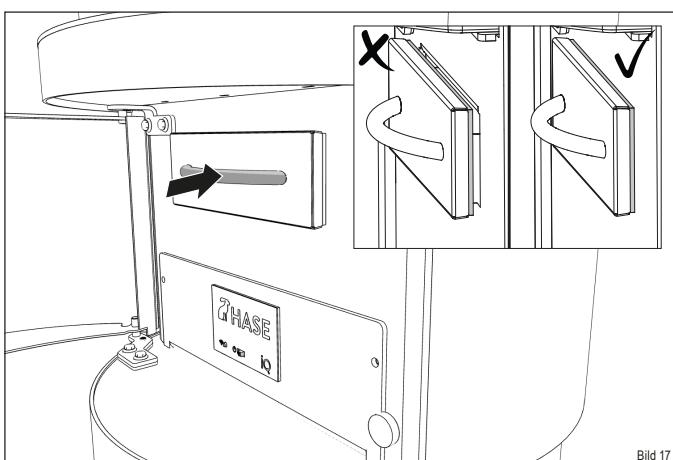

Bild 17
Achten Sie beim Einschieben des Aschebehälters darauf, dass dieser bündig mit der Dichtung anliegt (Bild 17).
- ✓ Schieben Sie den Aschebehälter wieder in die Öffnung, so dass dieser bündig mit der Dichtung anliegt (Bild 17).
- Schieben Sie den Aschebeh ler wieder in die  ffnung, so dass dieser b ndig mit der Dichtung anliegt (Bild 17).
- Schieben Sie den Aschebeh ler wieder in die  ffnung (Bild 17).